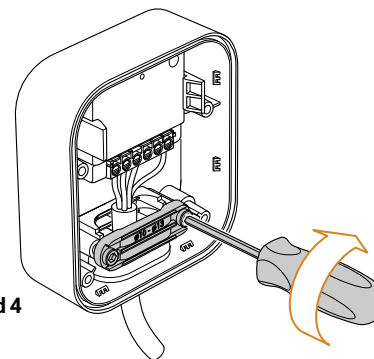

Bild 4
- 5 Ziehen Sie die Tülle fest - siehe **Abbildung 4**.